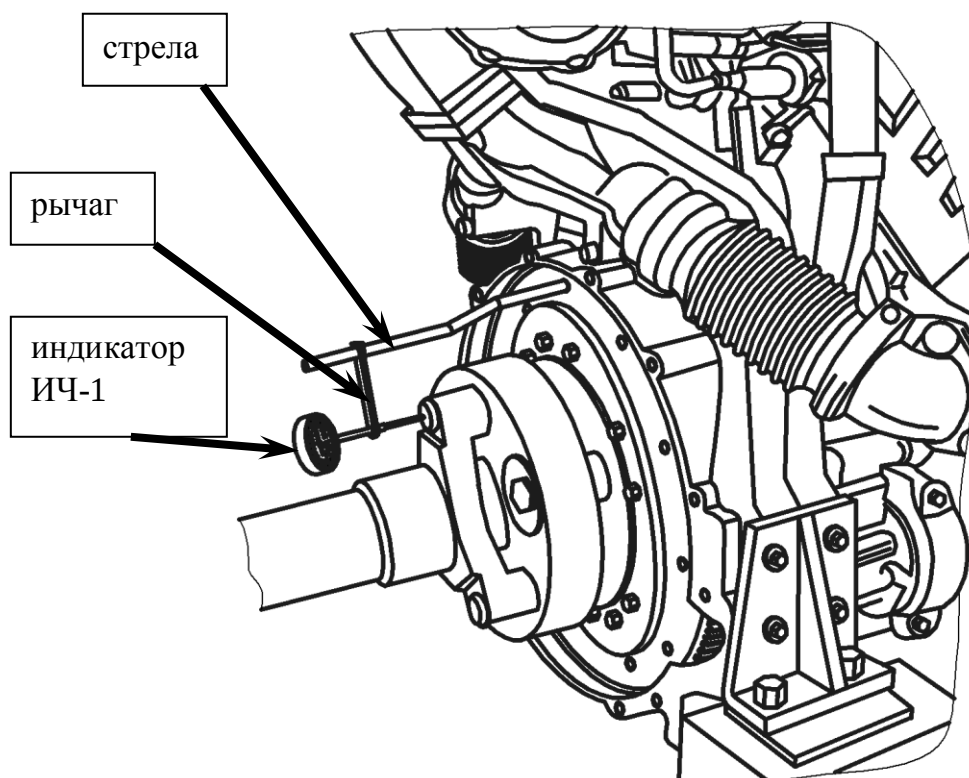

Рисунок 2 – Схема установки индикатора
- 8) Устанавливаем стрелу и рычаг для центровки двигателя относительно рамы на маховик (см. Рисунок 2). Устанавливаем индикатор ИЧ-1 (сочотный) на рычаг, проворачивая кардан на 90° определяем излом и несоосность, она должна быть не больше 0,4 мм. Несосоосность шкива коленчатого вала должна быть не больше 5 мм